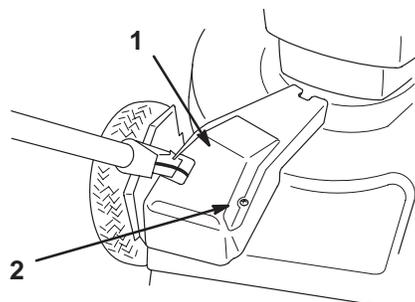

Figure 26
2. Retirer les boulons de fixation du carter de courroie au carter de tondeuse (Fig. 26).